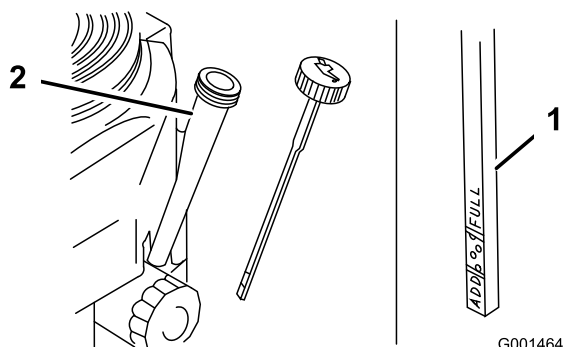

Bild 34
4. Reinigen Sie den Bereich um den Ölpeilstab (Bild 34), damit kein Schmutz in den Einfüllstutzen gelangen und den Motor beschädigen kann.
5. Schrauben Sie den Ölpeilstab heraus und wischen Sie das Metallende ab (Bild 34).
6. Schieben Sie den Ölpeilstab vollständig in den Einfüllstutzen (nicht in den Einfüllstutzen einschrauben) (Bild 34).
9. Gießen Sie ca. 80 % der angegebenen Ölmenge langsam in den Einfüllstutzen (Bild 34).